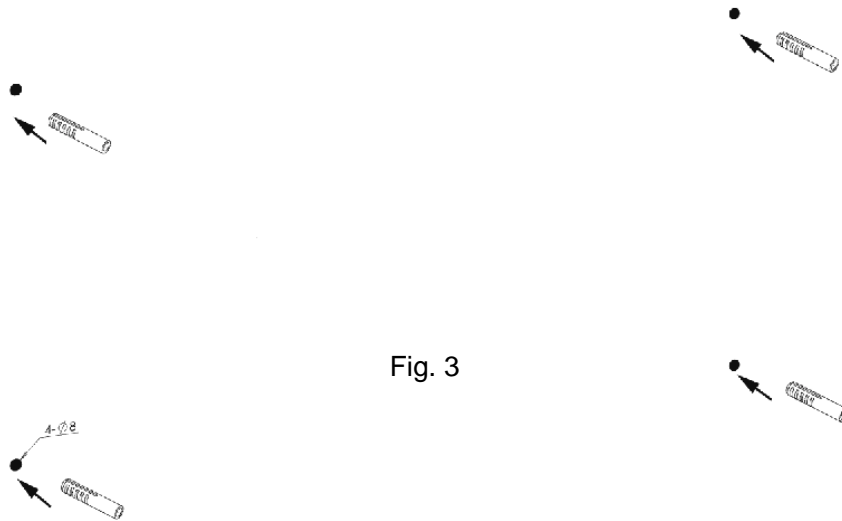

Fig. 3
- Retirar el soporte, taladrar y colocar tacos de plástico. (Fig 3.) Si la pared es de madera no es necesaria taladrar y colocar tacos.